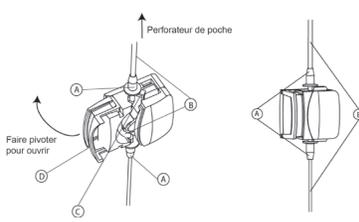

Figure 7. Mise en place de la tubulure à sérum physiologique dans la pompe de l'OAS
2. Ouvrir la porte située sur le devant de la pompe de l'OAS en tournant la porte dans le sens de la flèche (figure 7).
3. Placer la tubulure à sérum physiologique sur les roulettes de la pompe de sorte que les positionneurs de tubulure soient alignés avec les guides en V supérieur et inférieur de la pompe (figure 7).